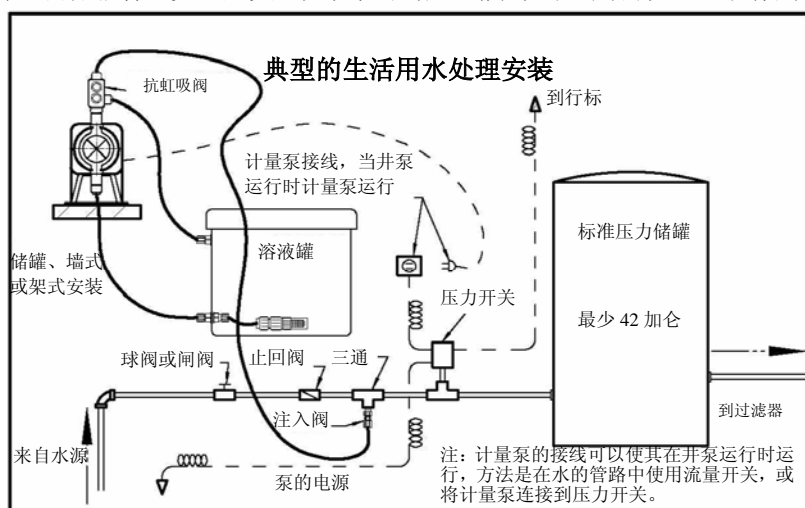

图 G1
19. 计量泵设计为使用背压/喷射阀操作。如果排放点低于源液位，或者当排放压力低于吸入压力时，可能会产生虹吸作用。为了修正这一状况，应安装一台抗虹吸阀门或其他抗虹吸装置。遵循当地相关法规。（参阅图 G1）。
- 5、如果排放管路中的流体压力低于环境压力，则应在排放管路中安装抗虹吸阀。如果注入点位于水泵吸入端，或者靠着“负”压头，如在往下给送到井中时，则会发生虹吸作用，见图 G1。
- 2、将计量泵排放端的背压/注入（图 I）安装在三通内，三通安装在通往压力罐的水管线路中。典型的安装见图 G1、G2 和 G3。